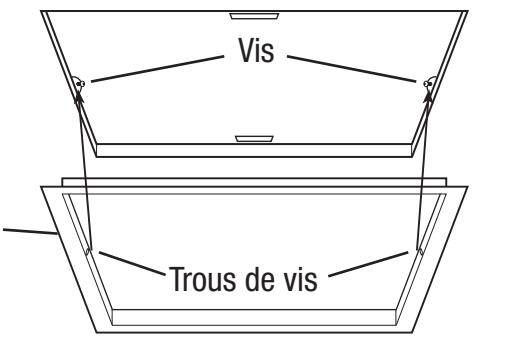

Figure 12
REMARQUE : Si la bride de montage est installée sur le boîtier du ventilateur, enlevez les deux vis qui relient la bride de montage du plafond au boîtier et mettez de côté (**Figure 12**).
4. Installez la bride de montage au plafond pour couvrir tous les espaces qui existent entre le boîtier et le plafond fini. Placez un scellant (non fourni) sur le bord intérieur de la bride de montage au plafond pour assurer que la bride est scellée au plafond. Alignez les trous de vis dans la bride de montage au plafond avec les trous de vis à l'intérieur du boîtier et appuyez la bride en place afin qu'elle soit bien serrée contre le plafond. Réinstallez les vis de la bride de montage à l'intérieur du boîtier (**Figure 12**).